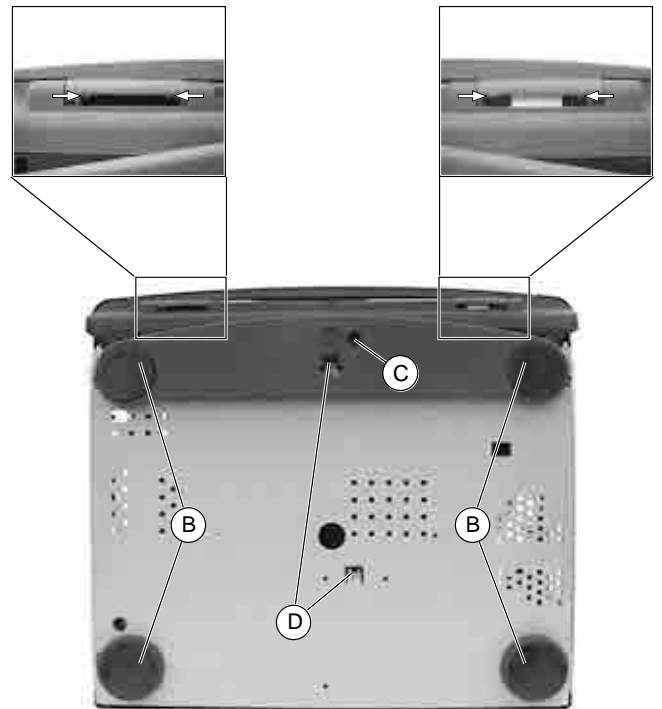

Fig. 3
- 4 Einlagen (B) (Fig. 3) abnehmen, die je darunter befindliche Schraube herausdrehen und die hinteren Gerätefüße abnehmen.
- Schraube (C) (Fig. 3) herausdrehen und Fußblende abnehmen.
- Rastnasen (D) lösen (Fig. 3) und Bodenblech abnehmen.
- 4 Scharnierstifte in die angegebene Richtung schieben (Fig. 3).
- Remove 4 inserts (B) (Fig. 3), undo the screw lying below each insert and remove the feet at the rear side.
- Undo the screw (C) (Fig. 3) and remove the bottom masking panel covering the front feet.
- Release the locking lugs (D) (Fig. 3) and remove the bottom panel.
- Push the 4 hinge pins in the direction of the arrows (Fig. 3).